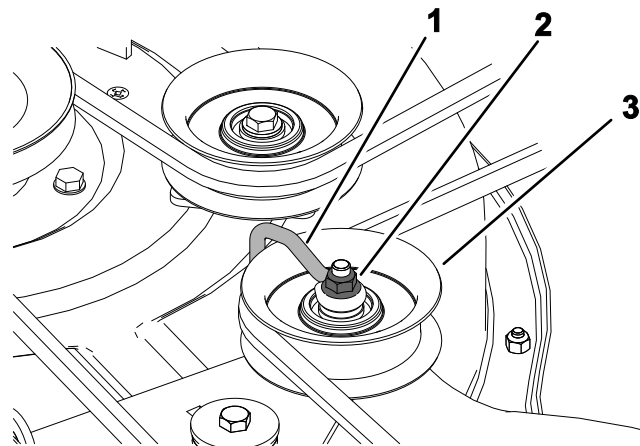

Figura 56
6. En carcasas con 3 cuchillas, afloje la tuerca que fija el soporte de alambre a la polea tensora (Figura 56).
- Nota:** Coloque el soporte de alambre contra el brazo tensor, tal y como se muestra en la Figura 56.